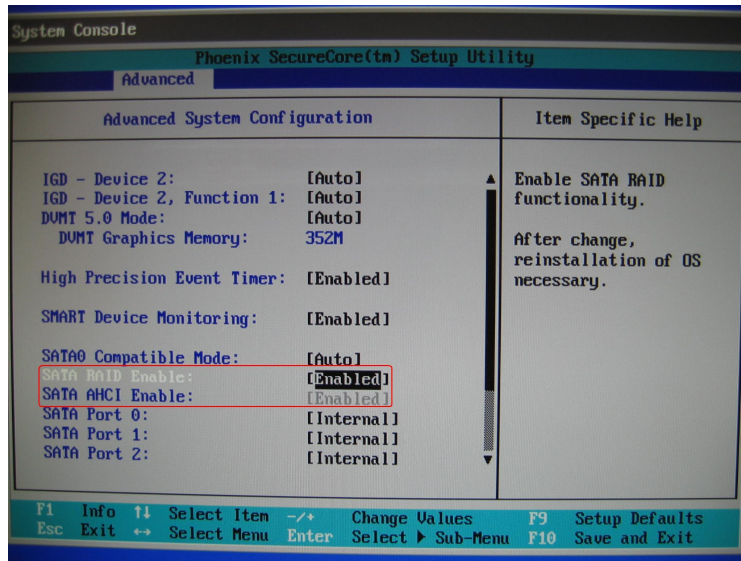

图 30
(A) 在 BIOS 中设置 RAID support 为 Enabled，如图 30 所示。